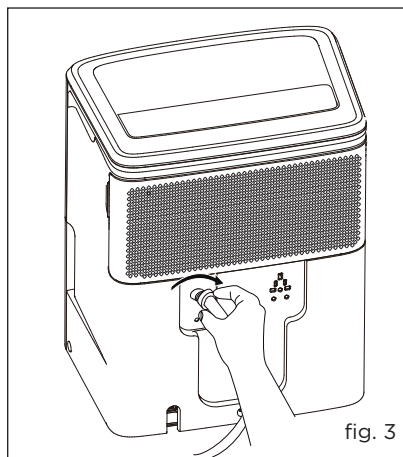

fig. 3
- d. Atornille la manguera de jardín en la pate roscada del conector de drenaje. (fig.3)